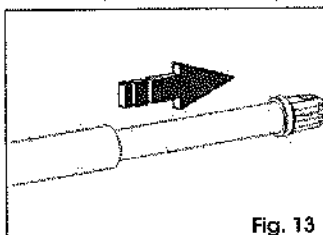

Fig. 13
4. Extraiga completamente el tubo hasta el tope (Fig. 13).